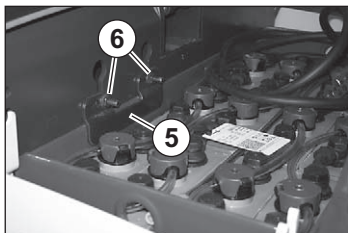

Fig. 46 Batterimontering
12. Sæt klemmebeslaget på (se fig. 46).